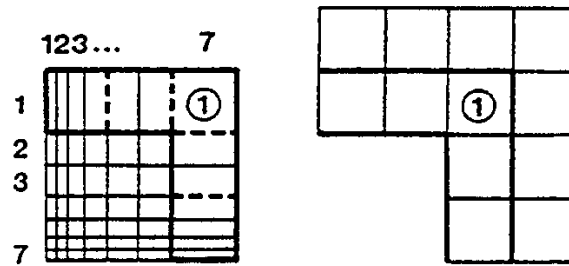

Figure 16 – Sous-maillage gigogne dans un angle :
- Le principe des 4 coins égaux ne s'applique pas si le sous-maillage n'est pas complètement inclus dans le maillage principal ; en particulier le sous-maillage peut être inclus mais tangent sur 1 ou 2 de ses bords (Figure 16).